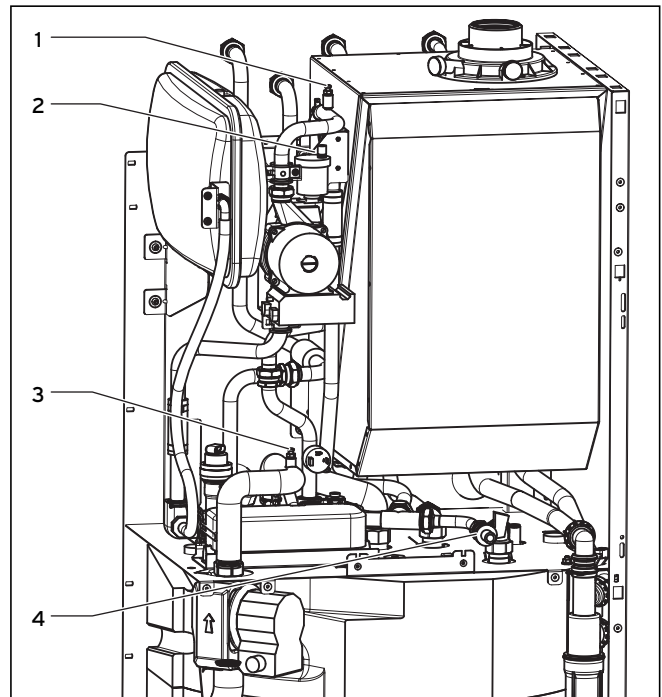

Fig. 6.1 Kedelpåfyldnings- og tømningssanordning (afbildet VSC 126-C 140/VSC 196-C 150)
- Udluft kedlen på varmtvandssiden via udluftningsnippen (3) på røret mellem pumpen og den sekundære varmeveksler, se fig. 6.1.